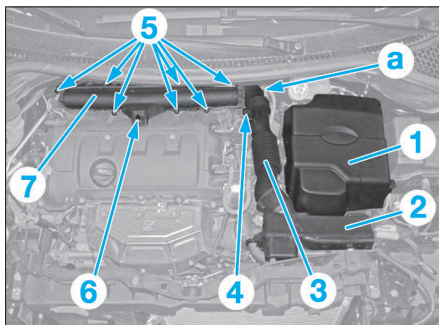

FIG. 1
- Déposer la cache de style (1) (Fig.1).